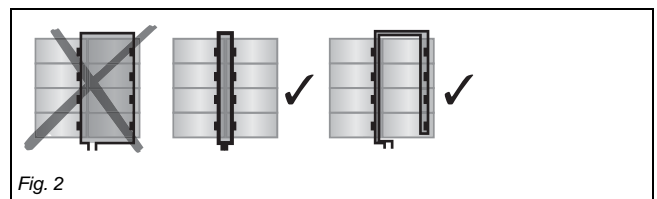

Fig. 2
- Éviter les grandes boucles de conducteurs (voir Fig. 2).